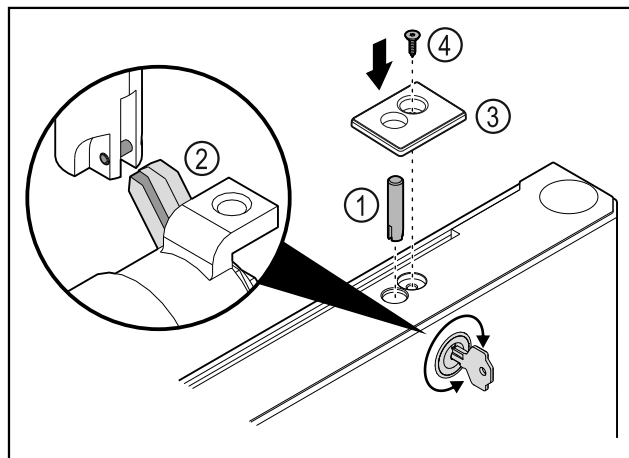

Fig. 42
- Вставити палець замка Fig. 42 (1).
- Трохи повернути замок, щоб палець замка Fig. 42 (2) зафіксувався в щілині замка.
- Вставте кришку Fig. 42 (3).
- Вставити гвинт Fig. 42 (4).